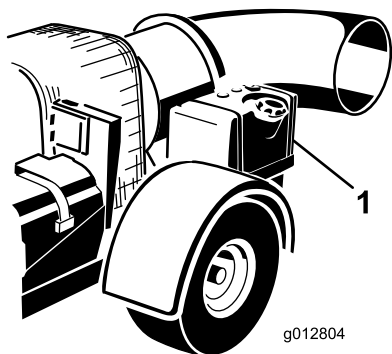

Figura 11
2. Limpe a zona em redor da tampa do depósito de combustível e retire-a (Figura 11).